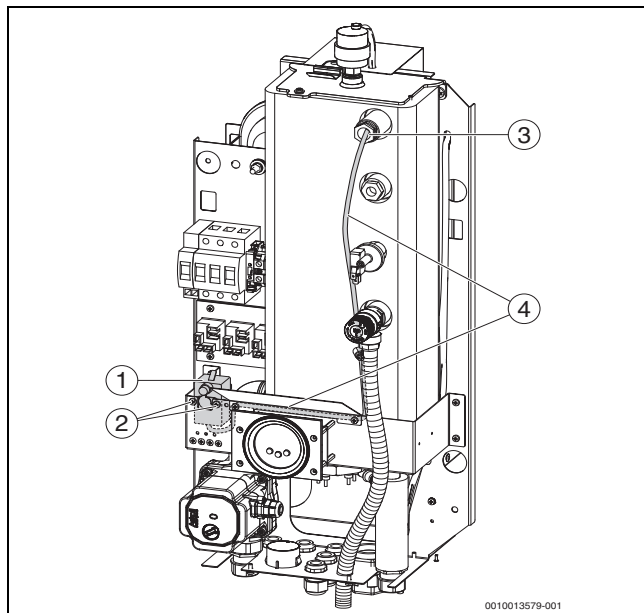

Fig. 28 Plassering av sikkerhetstemperaturbegrenseren og kapillarføleren
- ▶ Ta låsefjæren ut av termometerlommen, trekk ut kapillarføleren til termostaten, løsne kapillarene fra bunten, skru av og ta ut den opprinnelige sikkerhetstemperaturbegrenseren. (→ fig. 28, [3, 4])